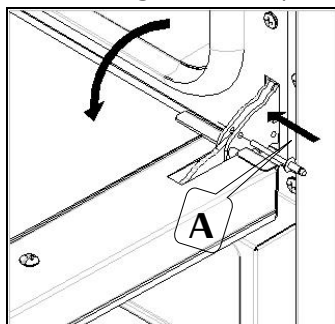

Fig. 3
- Insérer les épines en dotation dans les trous "A" qui sont présents sur les deux charnières (Fig.3);